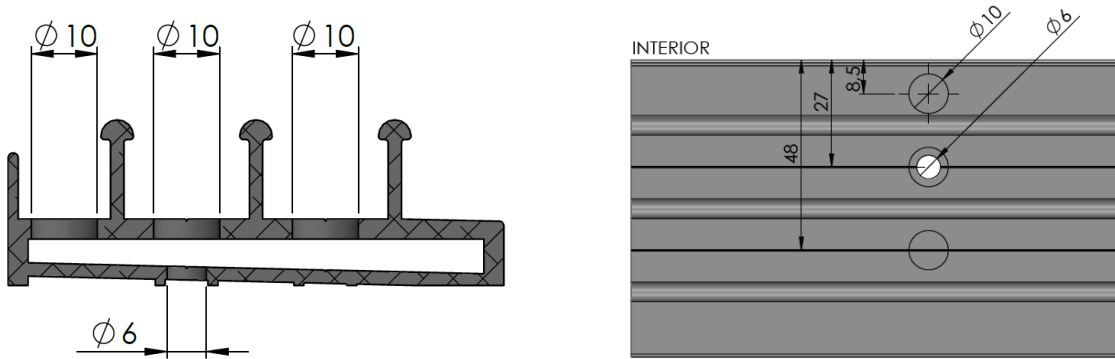

Figura 3
- Mecanizado carril inferior 3 raíles (Figura 3)